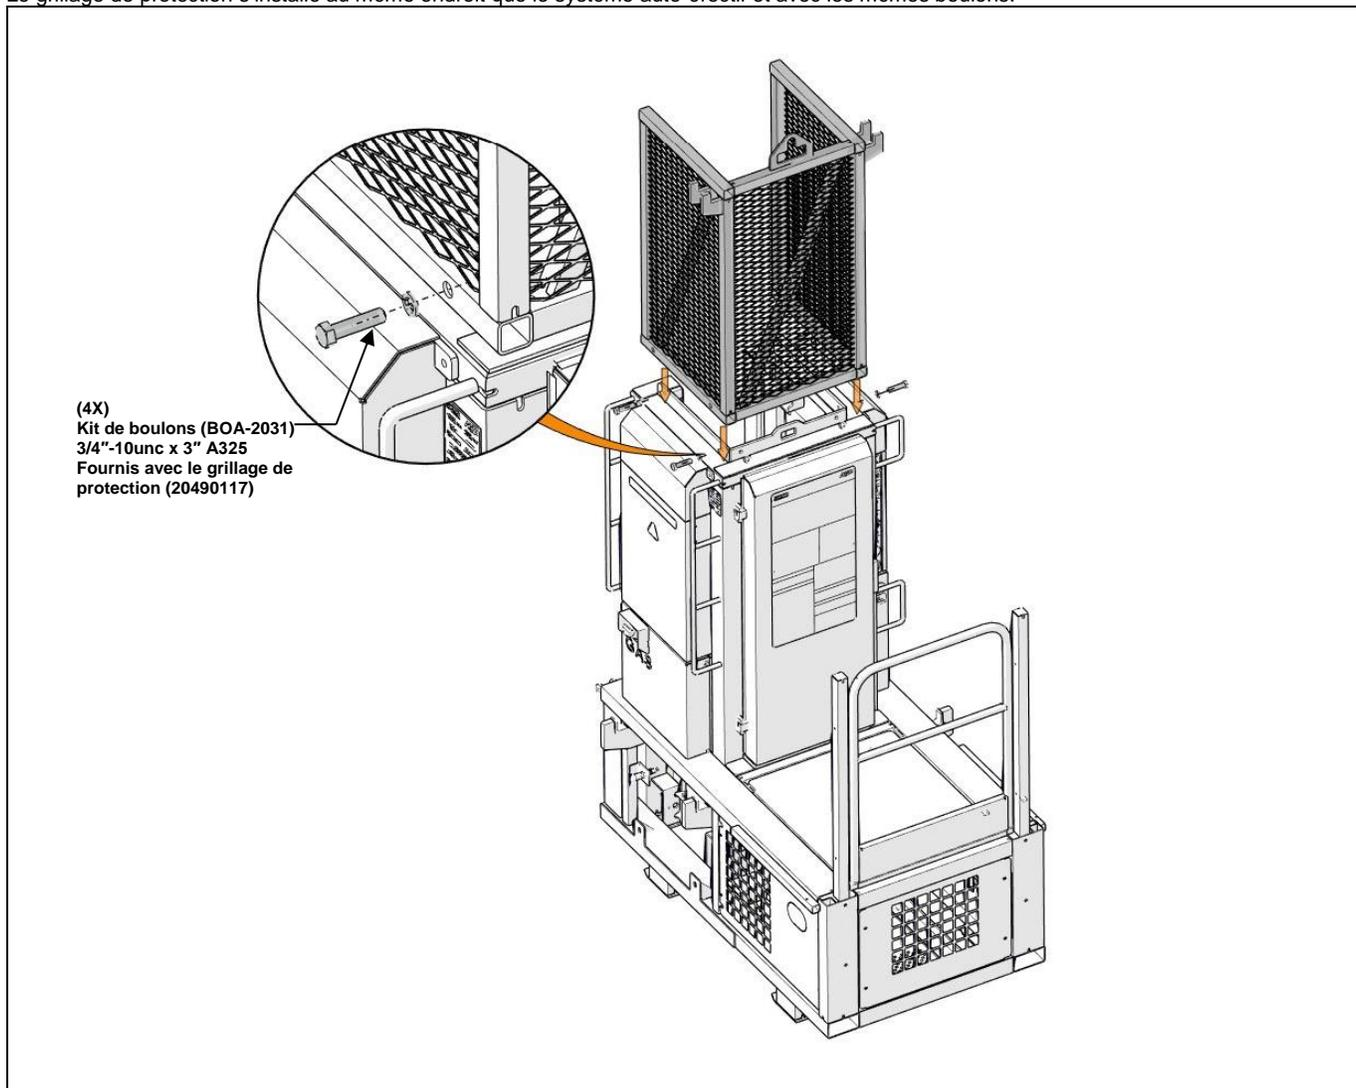

Figure 79 - Grillage de protection
- Abaissez finalement la plateforme jusqu'au sol et installez vos sections de pont et porte-à-faux conformément aux instructions d'installation du **Chapitre D**. Terminez l'installation de la plateforme (ajoutez les raccords, garde-corps et autres accessoires restant...) et installez le grillage de protection sur l'unité élévatrice (voir Figure 79).
- Toujours avec la plateforme abaissée au sol, installez vos sections de pont et porte-à-faux conformément aux instructions d'installation du **Chapitre D**. Terminez l'installation de la plateforme (ajoutez les raccords, garde-corps et autres accessoires restant...) et installez le grillage de protection sur l'unité élévatrice (voir Figure 79).
- Abaissez finalement la plateforme jusqu'au sol et installez vos sections de pont et porte-à-faux conformément aux instructions d'installation du **Chapitre D**. Terminez l'installation de la plateforme (ajoutez les raccords, garde-corps et autres accessoires restant...) et installez le grillage de protection sur l'unité élévatrice (voir **Figure 79**).
- Au sol, installez vos sections de pont et porte-à-faux conformément aux instructions d'installation du **Chapitre D**. Terminez l'installation de la plateforme (ajoutez les raccords, garde-corps et autres accessoires restant...) et installez le grillage de protection sur l'unité élévatrice (voir Figure 79).
- Retirez le grillage de protection (voir Figure 79).